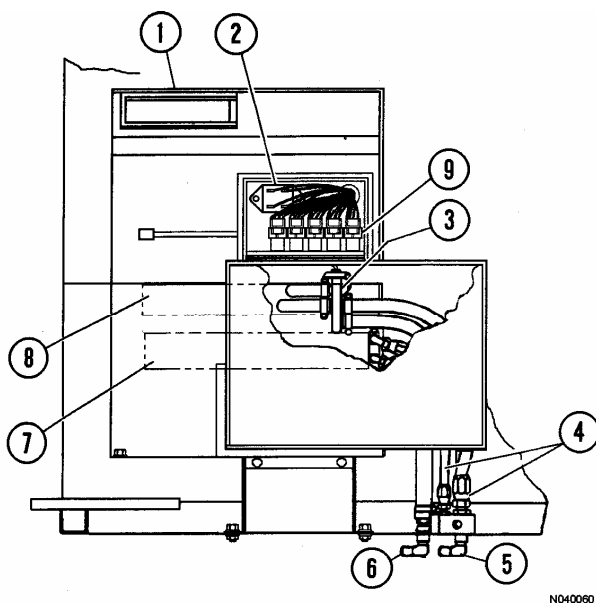

FIGURA 4-2 COMPONENTES DEL AIRE ACONDICIONADO/CALENTADOR DE LA CABINA
Hay cinco relés (9, Figura 4-2) que controlan los dampers de aire, el compresor A/C y la válvula del calentador. Los cinco relés requieren 12 VDC a través del serpentín que es suministrado por un convertidor de 24VDC a 12VDC (2).